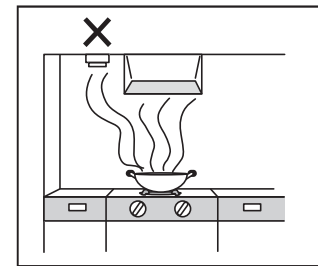

図2
- アルデ換気システムのキッチンの排気口は、レンジフード用のもではありません。レンジを使用して調理する時は、必ずレンジ用換気扇を使用してください。(図2)